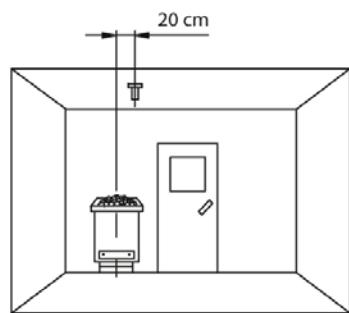

Abb. 7
Beachten Sie bitte, dass sich nachfolgende Maßangaben auf die Werte beziehen, die bei der Geräteprüfung nach EN 60335-2-53 vorgegeben wurden. Grundsätzlich muss der Ofenfühler an der Stelle montiert werden, an der die höchsten Temperaturen erwartet werden. Einen Überblick über den Montageort des Fühlers geben Ihnen die Abb. 7 - 9.
- Der Ofenfühler wird in Kabinen bis zu der Größe von $2 \times 2 \text{ m}$ gemäß Abb. 7 und 8 montiert, in größeren Kabinen gemäß Abb. 7 und 9 montiert.